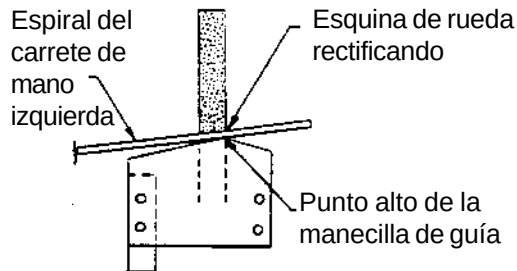
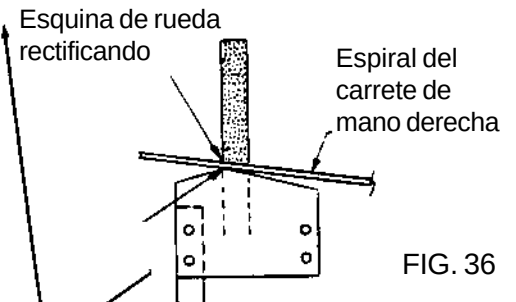
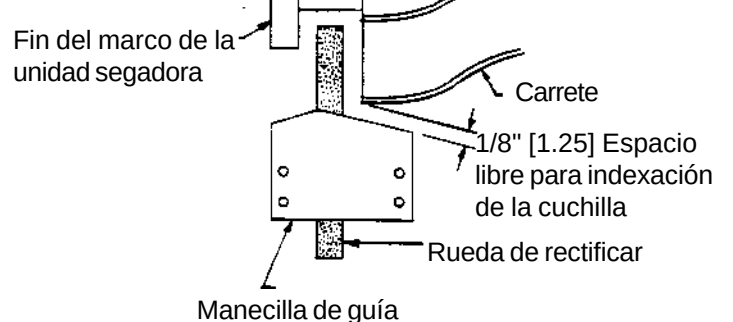

FIG. 35
FIG. 36
FIG. 37
B. Verifique para ver si su unidad segadora es de espiral de mano izquierda o derecha. Vea la definición de espiral de carrete anteriormente. NOTA: Cuando usted mire en la manecilla de guía en FIG. 35, muestra un carrete con espiral de carrete con hélice inversa. El punto alto de la guía de manecilla está en el lado de mano derecha de la rueda de rectificar visto del lado montado de la manecilla. Vea FIG. 36 para hélice normal. La mayoría de las unidades de segadora son de hélice normal así que recorra su carro al lado de mano derecha del carrete para la posición de empezar. Recorra su carro hasta que hay por lo menos .125 (1/8") de espacio libre a la manecilla de guía para indexación. Vea FIG. 37. Ponga el paro de recorrido lateral de mano derecha para esta posición inversa del carro. Recorra al otro fin de la cuchilla del carrete hasta que la manecilla de guía esté más allá del punto de rectificar por aproximadamente .125 (1/8") a .75 (3/4"). Ponga el paro de recorrido lateral de mano izquierda para esta posición inversa del carro.
EL PUNTO ALTO DE LA MANECILLA DE GUÍA SIEMPRE DEBE ESTAR EN LA ESQUINA DE LA RUEDA DE RECTIFICAR QUE ESTÁ HACIENDO EL CONTACTO CON EL CARRETE. VEA FIG. 35 & 36.
ROTE LA GUÍA DE LA MANECILLA FIN POR FIN CUANDO EL ESPIRAL DEL CARRETE ESTÁ EN LA DIRECCIÓN OPUESTA COMO SE MUESTRA EN LA FIG. 35 & 36.